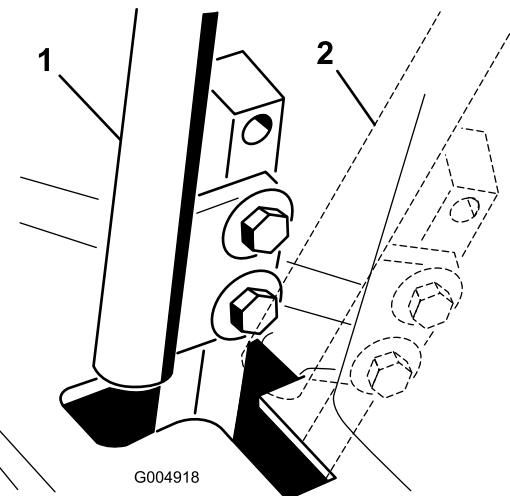

Bild 60
4. Schieben Sie den Schaltbügel in die neutrale, jedoch **nicht arretierte** Stellung (Bild 60).
6. Prüfen Sie, ob der Fahrantreibshebel relativ zur Kerbe im Armaturenbrett ist (Bild 60).